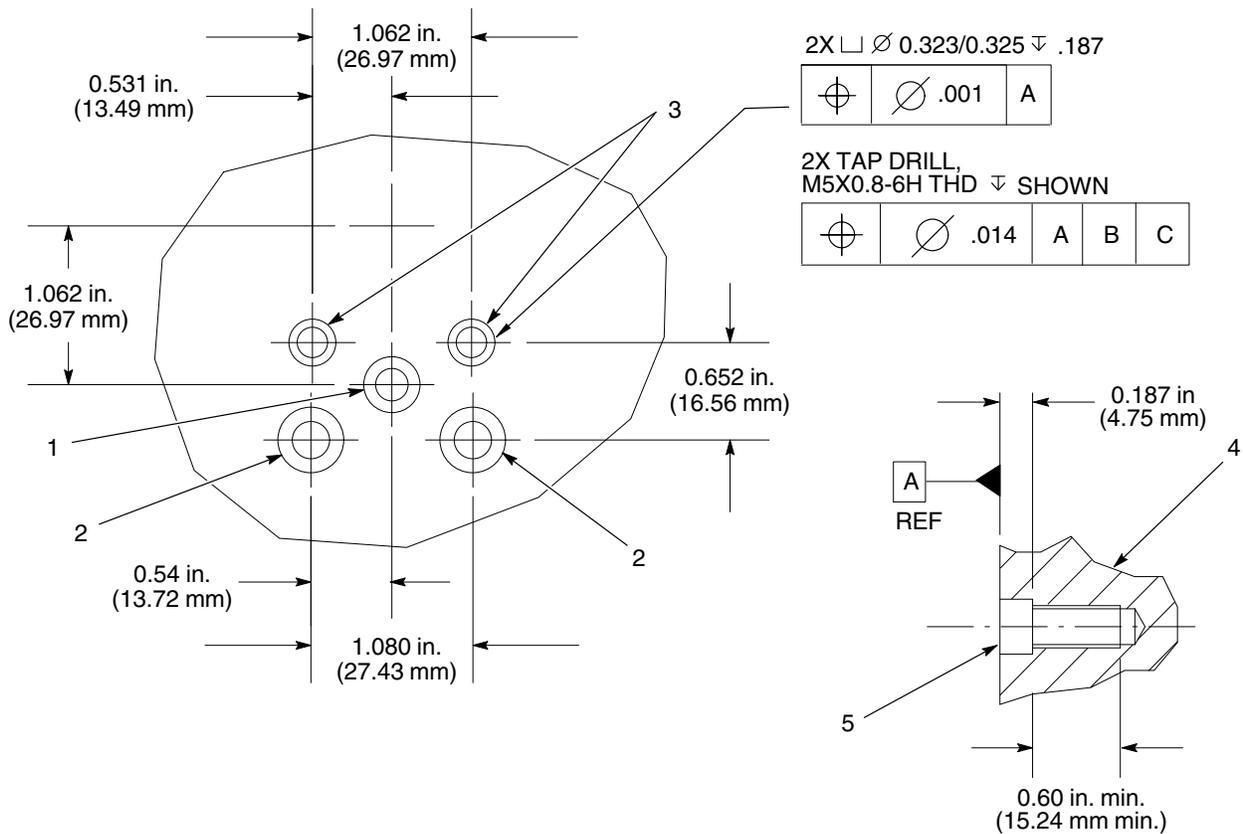

Figura 4 Dimensioni di montaggio su collettore
Vedi figura 4 per i dati tecnici di montaggio della valvola di erogazione su un collettore. Oltre a trapanare i fori di montaggio (3), trapanare anche i fori per l'ingresso del materiale (1) e per il condizionamento della temperatura (2).